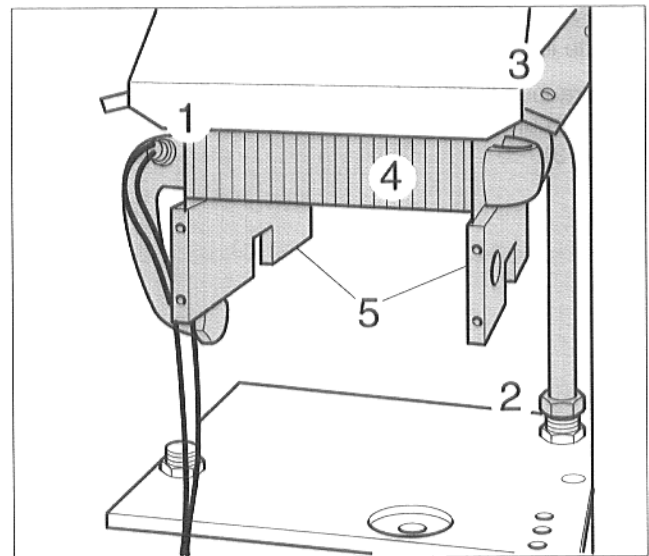

Abb. 33 Wärmetauscher herausnehmen
- Kabel des Sicherheitstemperaturbegrenzers lösen (Abb. 33, Pos. 1).
- Rücklaufverschraubung des Wärmetauschers lösen (Abb. 33, Pos. 2).
- Haltebleche der Strömungssicherung lösen (Abb. 33, Pos. 3).
- Wärmetauscher mit Verbrennungskammer herausnehmen (Abb. 33, Pos. 4).
- Verbrennungskammer vom Wärmetauscher abnehmen (Abb. 33, Pos. 5).